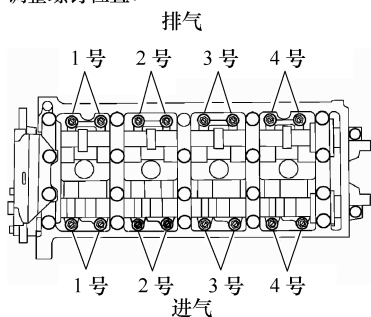

图 2-97 需检查气门的位置
- 3) 应就所检查的气门, 选择相应厚度的塞尺, 见图2-97。